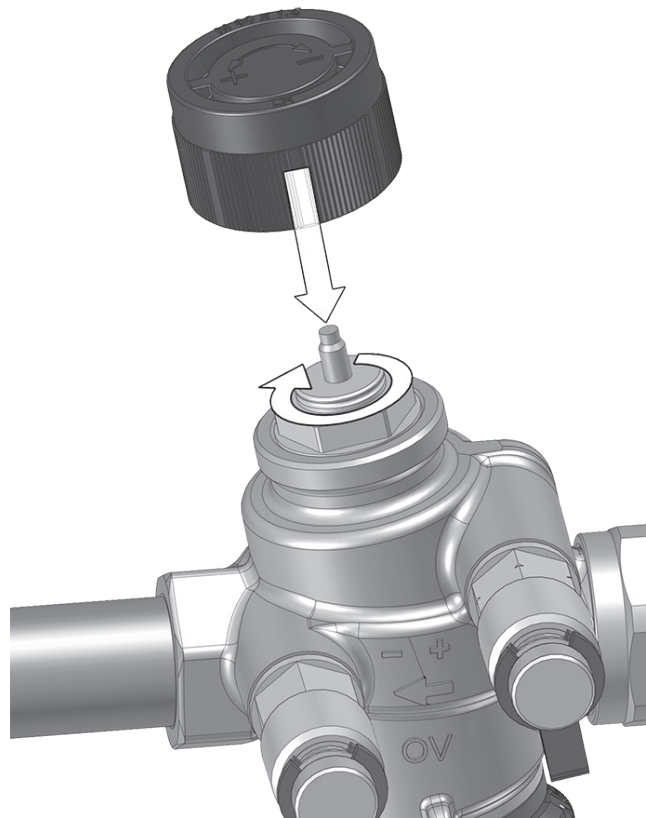

图 8： 关闭
- 例如，用建筑保护盖关闭阀门（参见 图 8）。
将随附的建筑保护盖拧到 M30 x 1.5 螺纹接口上（参见 图 8）。